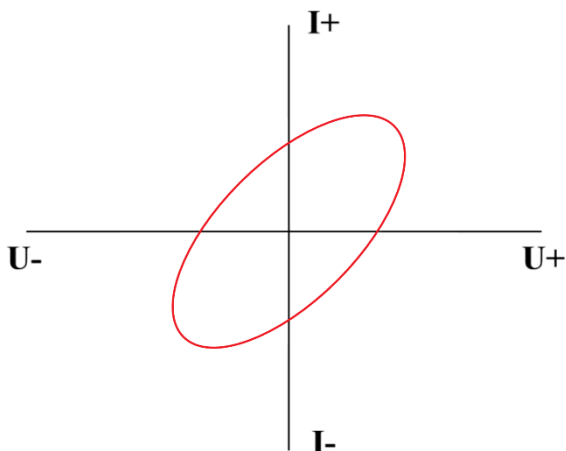

Рисунок 10. Внешний вид графика ВАХ RC – цепочки
- RC – цепочка на ВАХ будет выглядеть следующим образом (Рисунок 10):